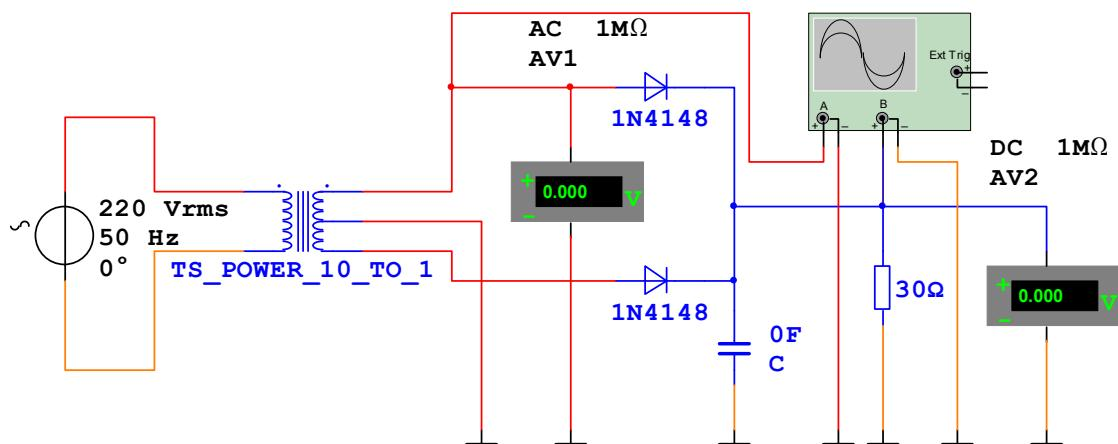

Рис.15.1
15.2.1. Для исследования двухполупериодного выпрямителя со средней точкой соберите схему, приведенную на рис.15.1. Активизируйте схему. Запишите показания вольтметров, а также срисуйте с экрана осциллографа временные зависимости входного и выходного напряжений. Повторите измерения при емкостях конденсатора С 100 мкФ и 2000 мкФ. Сделайте выводы о работе данного выпрямителя и емкостного фильтра.